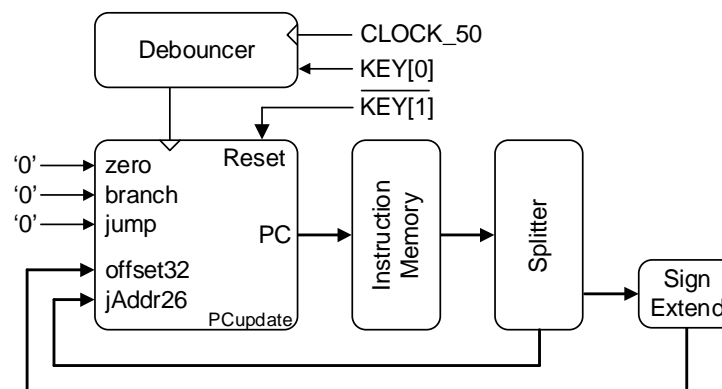

Figura 4. Diagrama mostrando os blocos, e respetivas interligações, a implementar nesta aula.
Após o desenvolvimento e teste dos 4 módulos descritos, passamos agora ao início da construção do *datapath single-cycle*, tomando como referência o diagrama da Figura 1 e o diagrama simplificado da Figura 4. Para tal, terá que ser criado um novo ficheiro onde se fará a instanciação e a interligação desses módulos, e que constituirá o *top-level* do projeto. Para a implementação deste módulo deverá fazer a instanciação e a interligação usando VHDL.
1. Crie um novo ficheiro VHDL ("mips_single_cycle.vhd") onde deverá instanciar e interligar a memória de instruções, o módulo de atualização do PC, o extensor de sinal e o módulo de separação dos campos da instrução (ver Figura 4). O sinal de *clock* deve ser ligado, através do *debouncer*, a um pulsador (KEY[0]) da placa de desenvolvimento. O sinal de *reset* deve ser ligado à tecla KEY[1] (não se esqueça de inverter este sinal).